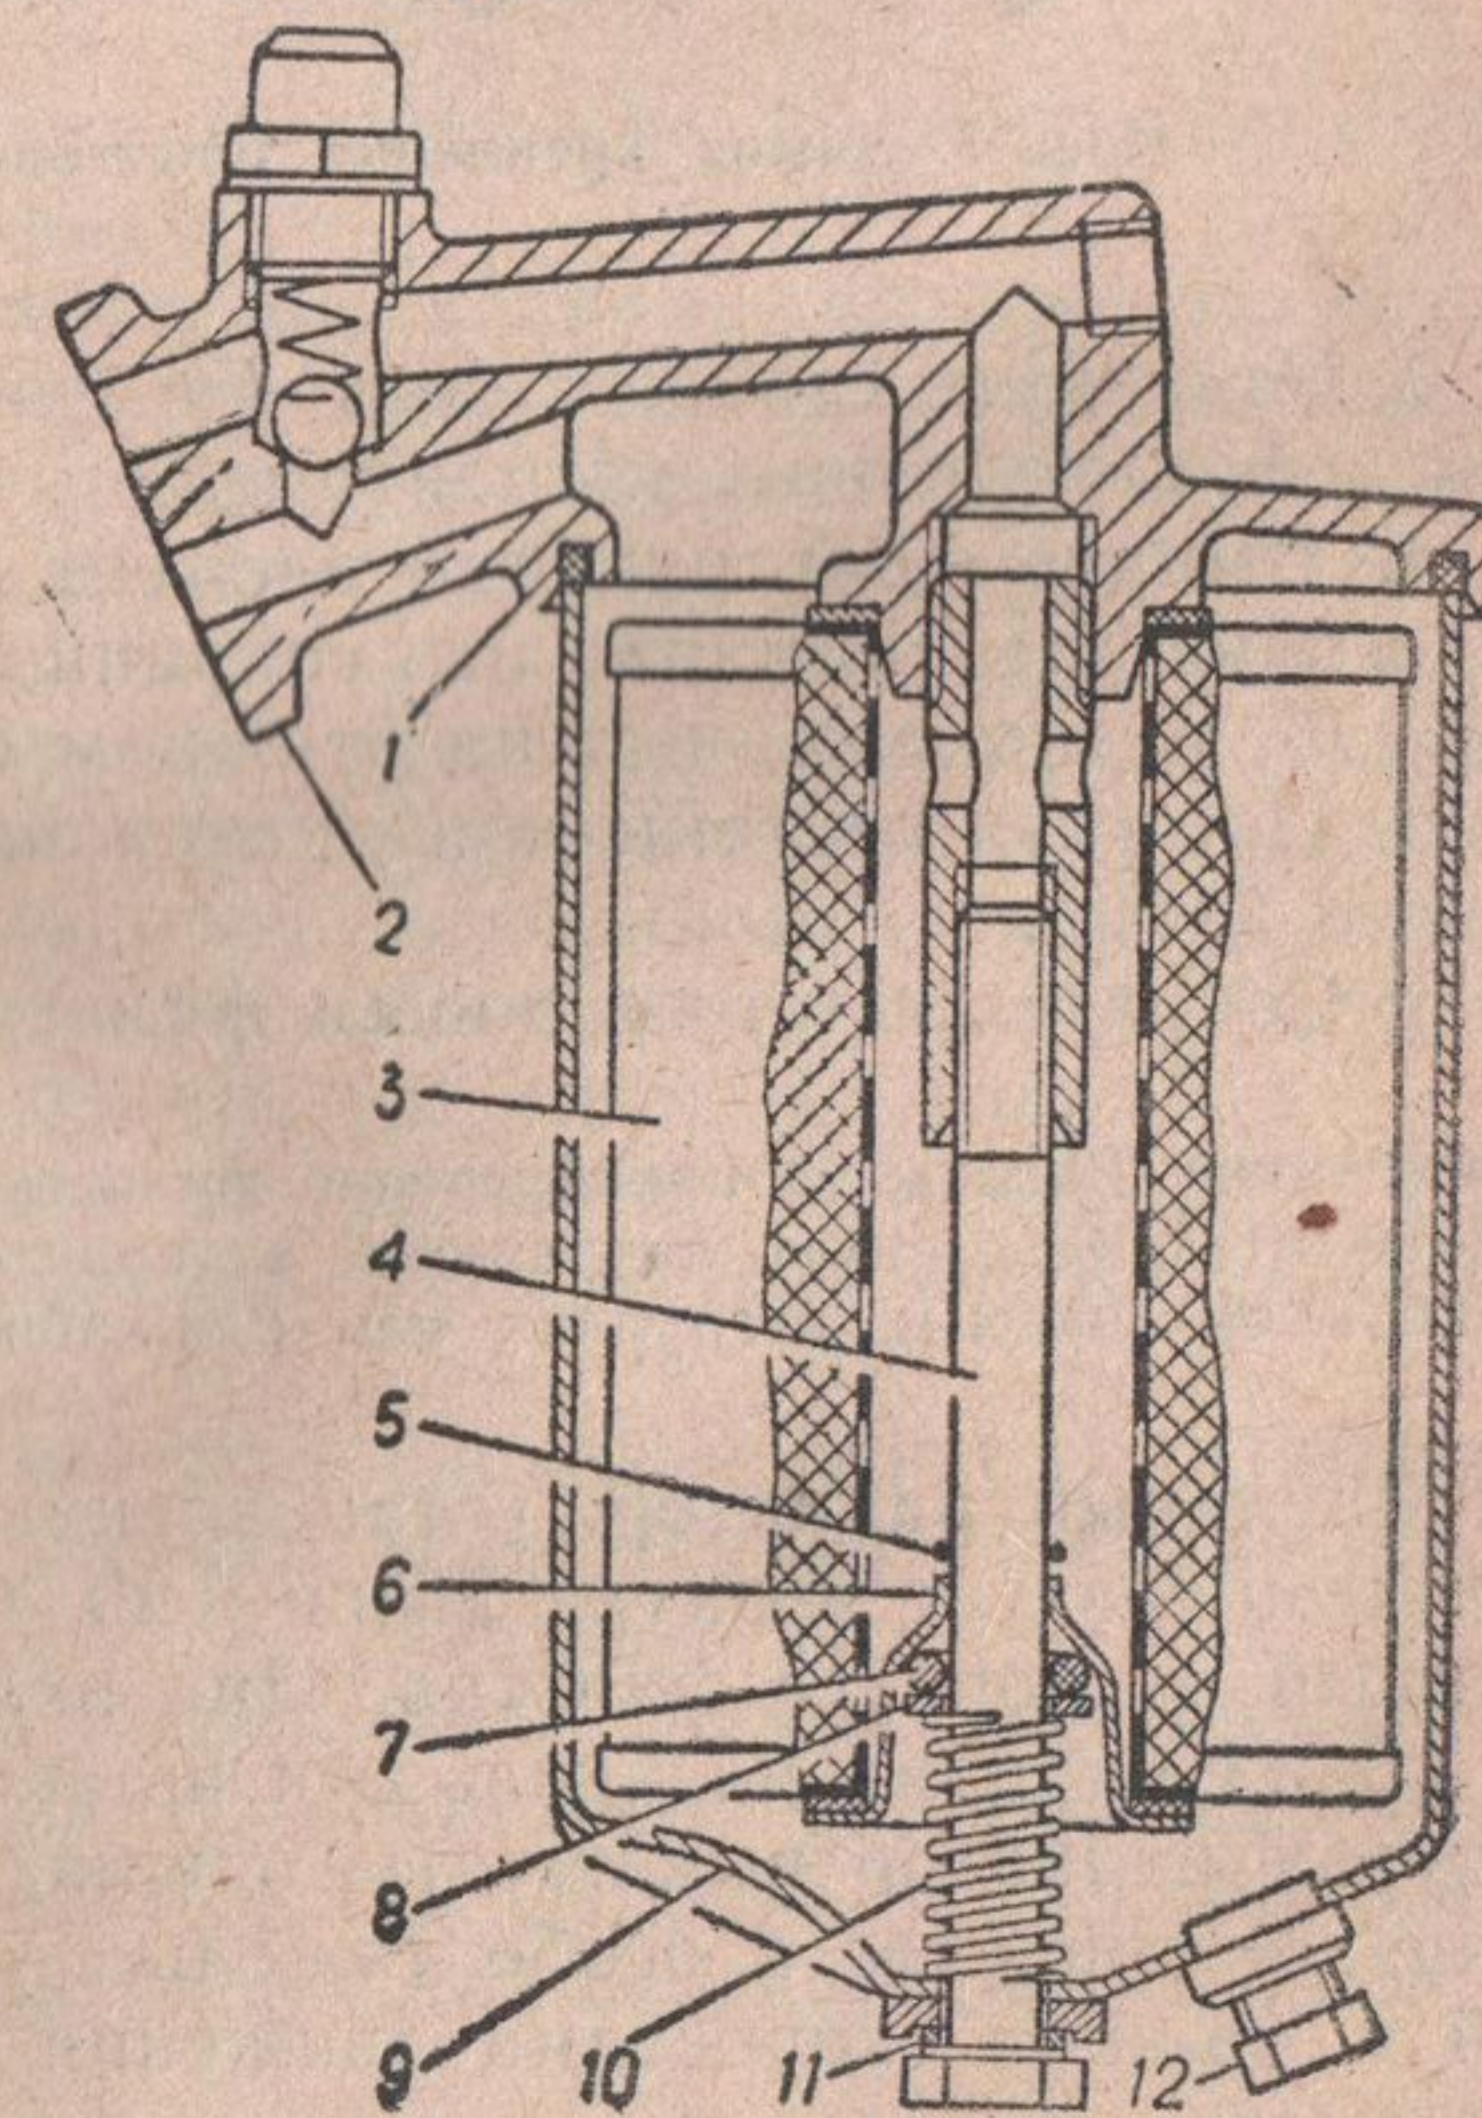

Рис. 6. Масляный фильтр:
**Масляный фильтр** (рис. 6) полнопоточный со сменным фильтрующим элементом «Реготмас 441-1».
2. Отвернуть сливную пробку 12 (см. рис. 6) фильтра и слить отстой.